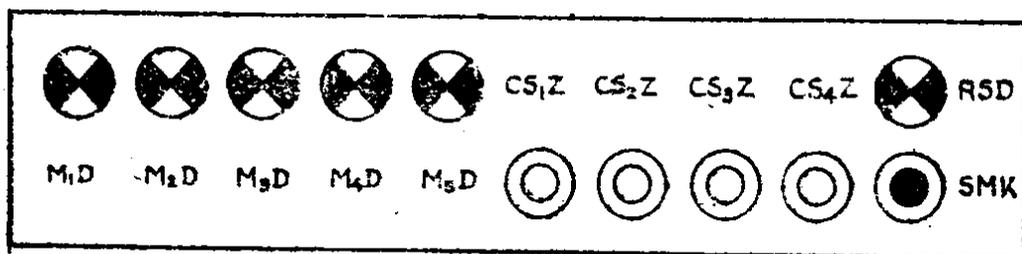

图 1-2-2 AX板的控制面板面图
①机架顶部是端子板，一共4块。自左往右数，顺序是A端子板，B端子板，C端子板，D端子板。（注意：机架板面图是面对机架所看到的位置，以后如不注明，一律是面对机架）。
②端子板下面一共有4台接线器。从上往下数，顺序是 AX_1 、 AX_3 、 AX_2 、 AX_4 （请注意：是1、3、2、4；而不是1、2、3、4）。
③接线器下面是熔丝机板。一共有4块熔丝块。每个熔丝块上装有10个小保险。从左往右数顺序是熔丝1、熔丝2……熔丝10；熔丝11、熔丝12……熔丝20……熔丝30……熔丝40。每个熔丝胶木座上都有一个颜色点，用以区分容量的大小。其中黄色点的为0.7A；绿色点的为1.3A，红色点的为2A。
④熔丝机板下面是控制面板。为了清楚一些，我们将这部分板面图放大，见图1-2-2所示。